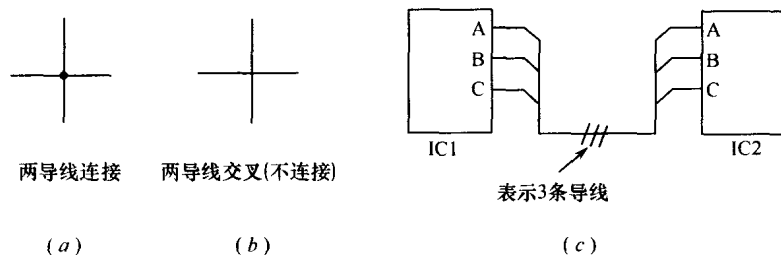

图 1-1-15 导线的连接与交叉
(1)导线的连接与交叉。导线的连接与交叉,如图 1-1-15 所示。图 1-1-15(a)表示两导线连接在一起;图 1-1-15(b)表示两导线交叉而不连接;图 1-1-15(c)中 IC1 与 IC2 之间的连线上画有 3 道小斜杠,表示这里有 3 条导线分别将 IC1 与 IC2 的 A 与 A、B 与 B、C 与 C 连接在一起,而这 3 条导线之间并不连接。